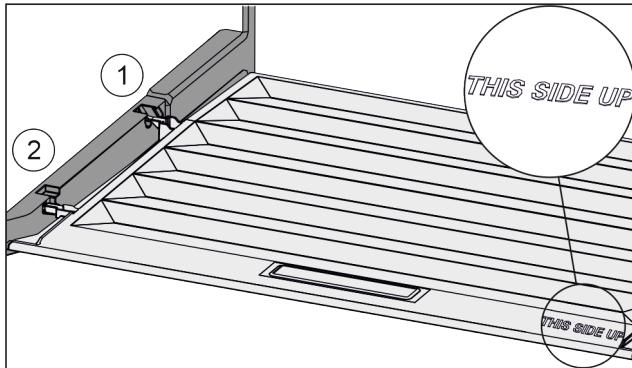

Fig. 150
- Robova predala vstavite nad odprtino zadnjega držala Fig. 150 (1), spredaj pa ju zataknite v držalo Fig. 150 (2).